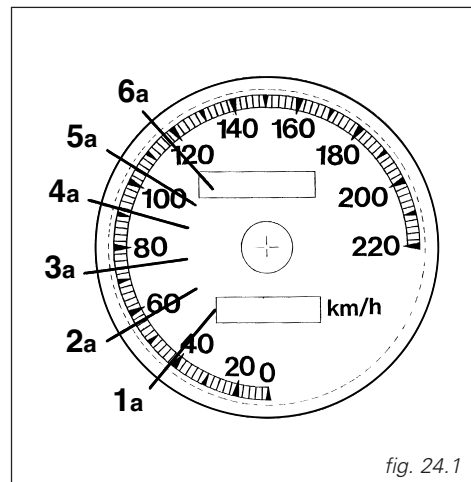

fig. 24.1
*Nelle prime ore di marcia del motociclo è consigliabile variare continuamente il carico ed il regime di giri del motore pur rimanendo sempre entro il limite prescritto (vedi fig. 24.1).*
*During the first hours of riding, it is advisable to run the engine at varying load and rpm, though still within recommended limit (see fig. 24.1).*
*Durant les premières heures de marche du motocycle il est conseillé de varier continuellement la charge et le régime tout en respectant la limite établie (voir fig. 24.1).*
*Es wird empfohlen, während der ersten Betriebsstunden des Motorrads die Belastung und den Drehzahlbereich des Motors ständig zu variieren, dabei müssen Sie jedoch immer unter der vorgeschriebenen Drehzahlgrenze bleiben (siehe Abb. 24.1).*